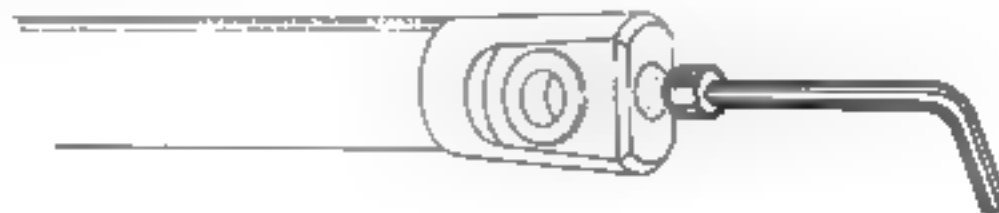

Fig. 1
- Débloquer et dévisser de quelques tours la vis de butée d'axe de roue (clé à 6 pans creux de 8) (fig. 1).